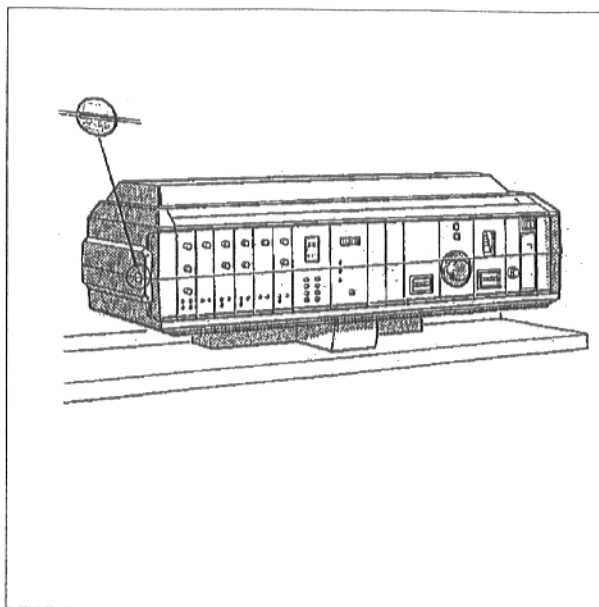

Fig. 9
- Șlițul șurubului capacului transparent al aparatului de reglare (Fig. 9) se aduce în poziție orizontală, de exemplu cu o monedă. Capacul transparent se va ridica în față.